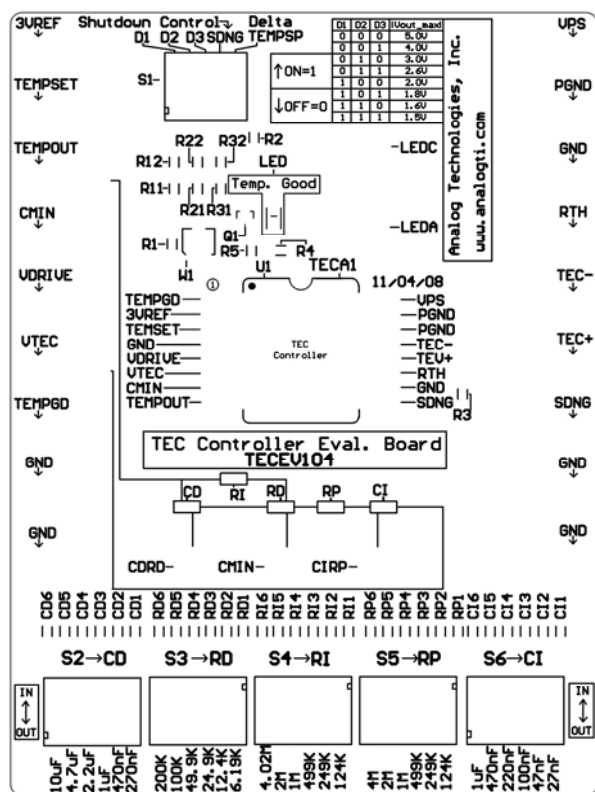

图 3. 顶部图层
评价板印刷图层如图 2 所示, 此图还包含其它顶部层, 包括顶部丝印, 顶部覆铜, 顶部阻焊和多层(孔)。图 3 只显示了顶部印刷层, 不包含底层图像。
5. 调谐后，可从电容选择开关中读出 C_D 和 C_l 的容值。而 R_l 、 R_d 、 R_p 的阻值则可用与电阻测试点连接的欧姆表来测量。正如图 3 所示，测量 TEMPOUT 和 CMIN 之间的测试点，可读出 R_l 的值，测量 CMIN 和 CDRD 之间的测试点可读出 R_D 的值，而 R_p 的值则可通过测量 CMIN 和 CIRP 之间的测试点来得出。